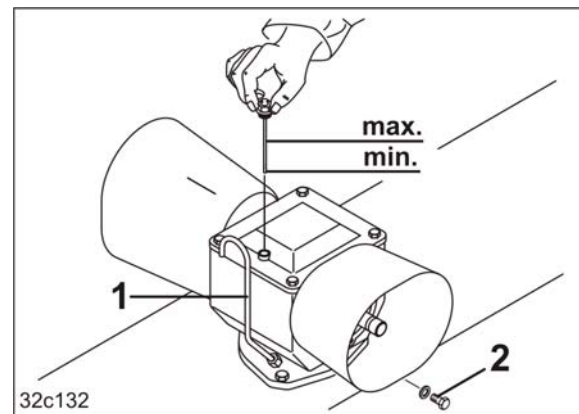

Bild 176
Växellådan har ett avluftningshål (Bild 176/1).
3. Skruva loss oljetappningsskruven (Bild 176/2).